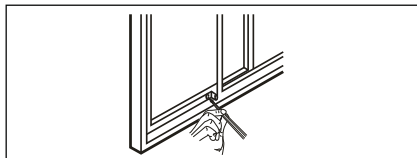

Fig. 22
7. Para fixar a parte deslizante da janela, fixe a esquadria de bloqueio com um parafuso de 12,7 mm (1/2") conforme ilustrado (Fig. 22).